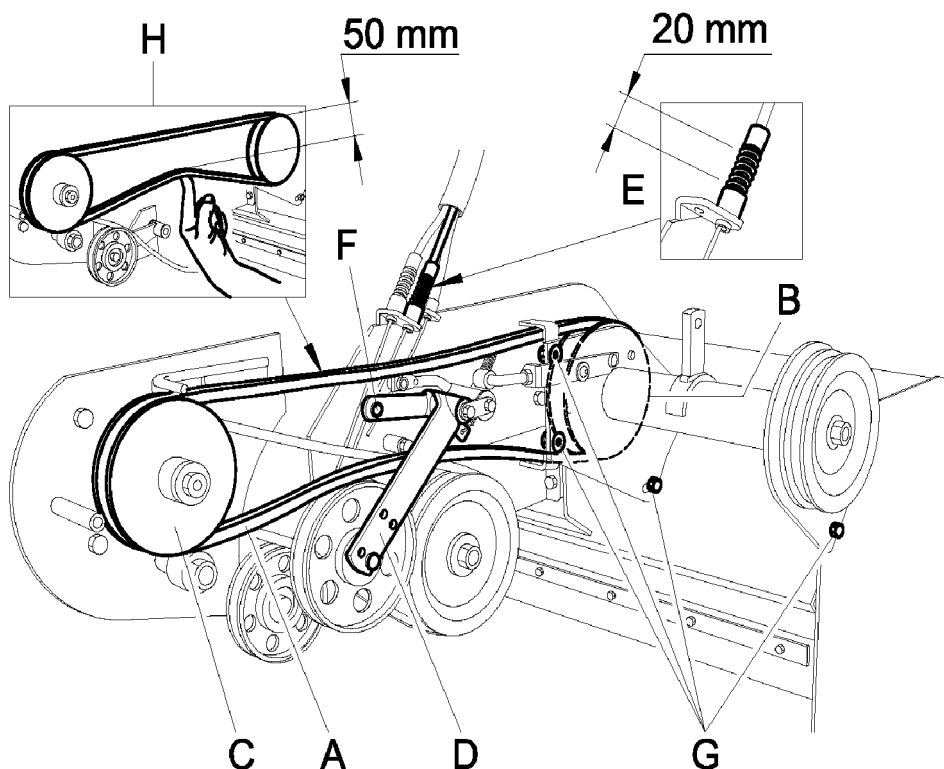

Figure 12
- Retirer la courroie d'embrayage du rotor (Fig. 12 Réf. A) en tournant la poulie du moteur dans le sens inverse aux aiguilles d'une montre.
- Enlever la courroie (Fig. 12 Réf. A) en tournant la poulie du moteur (Fig. 12 Réf. C) dans le sens inverse des aiguilles d'une montre.
- Monter la nouvelle courroie en l'introduisant tout d'abord dans la grande poulie (Fig. 12 Réf. B) puis dans la poulie du moteur (Fig. 12 Réf. C).
- Vérifier que la distance entre les deux parties soit équivalente à 50 mm en faisant pression sur la partie inférieure de la courroie (Fig. 12 Réf. H) à l'aide d'un doigt
a) déplacer le groupe de renvoi en desserrant les écrous de fixation (Fig. 12 Réf. G) jusqu'à obtenir la distance souhaitée ;
b) vérifier que les deux poulies (Fig. 12 Réf. B et C) soient alignées, après avoir procédé au réglage de la position du groupe de renvoi et avant serrage des écrous de blocage du groupe ;
- contrôler en agissant sur le levier d'enclenchement du rotor (Fig. 12 Réf. D), que la hauteur du ressort en phase de travail soit de 20 mm (Fig. 12 Réf. E), lorsque le tendeur de courroie se trouve en butée de fin de course ( Fig. 5 Rif.D)
- agir sur le bornier de fixation du câble (Fig. 12 Réf. F), si la hauteur du ressort s'avère incorrecte lorsque le tendeur de courroie est enclenché, et ce jusqu'à obtenir la valeur souhaitée.